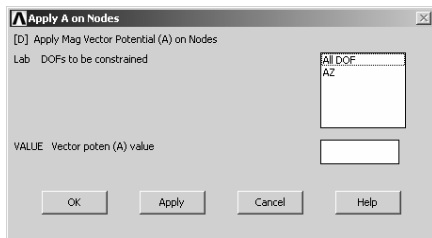

图 3-51 矢量磁位
二维磁场分析采用矢量磁位 (AZ) 来定义边界条件, 如图 3-51 所示, 这里重点介绍二维磁场的边界条件的定义。矢量磁位可以定义磁力线平行、远场、周期边界条件和外部强加磁场 (表 3-2)。
磁力线平行	设定 $AZ = 0$, 使用 D 命令 (Main Menu→Preprocessor→Loads→Define Loads→Apply→Magnetic→Boundary→Vector Poten or Flux Par'l→On Lines 或 On Nodes) (图 3-51)